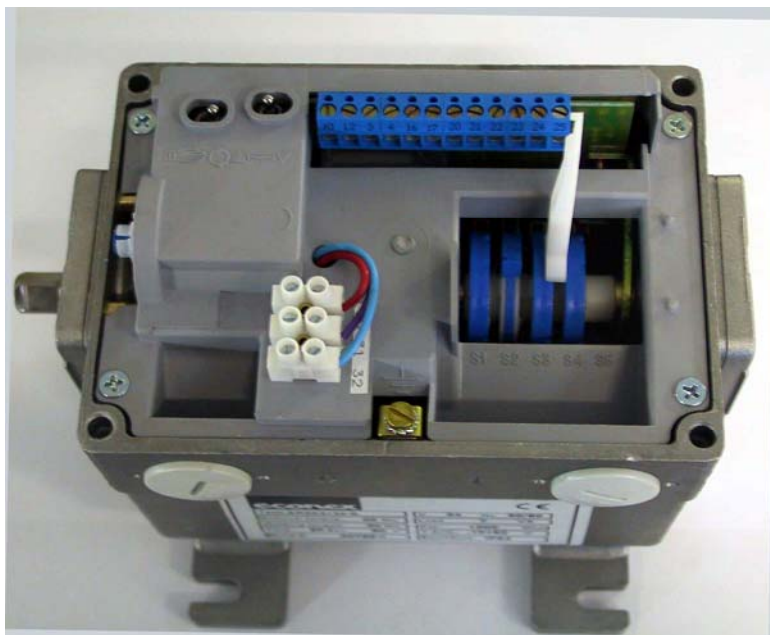

fig. 2
- 5.1.5 Utilizzare la chiavetta dalla parte diritta inserendo il perno in uno degli appositi fori situati sui lati della corona mobile della camma **“S1”** oppure **“S2”** secondo l'esigenza e, facendo leva, trascinarla all'angolazione desiderata (vedi Fig. 2).